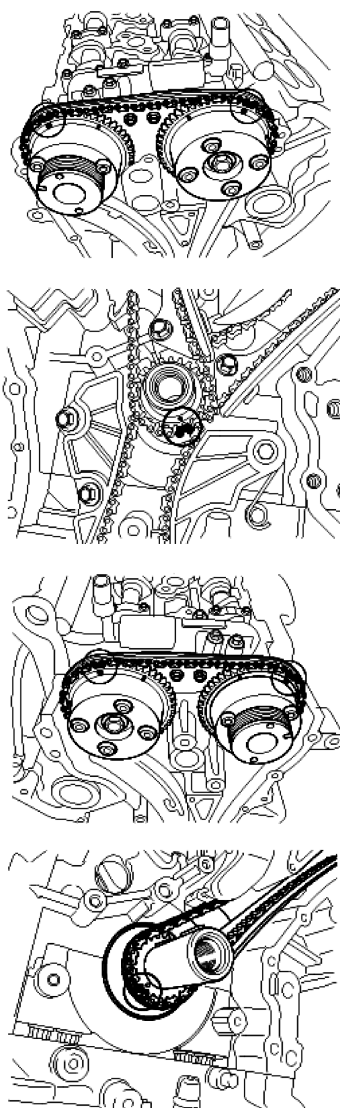

图 9-27 标记正时链 TDC 标记
- 由于正时链上的 TDC (上止点) 识别标记能被抹掉, 所以拆卸正时链前, 根据链轮位置, 用标记标明右/左 (右/左) 正时链 TDC 识别标记, 如图 9-27 所示。
• 安装正时链时,每个链轮的正时标记应与正时链的正时标记(颜色标记)相匹配,如图9-27所示。
• 安装正时链轮时,每个链轮的正时标记应与正时链的正时标记(颜色标记)相匹配,如图9-27所示。